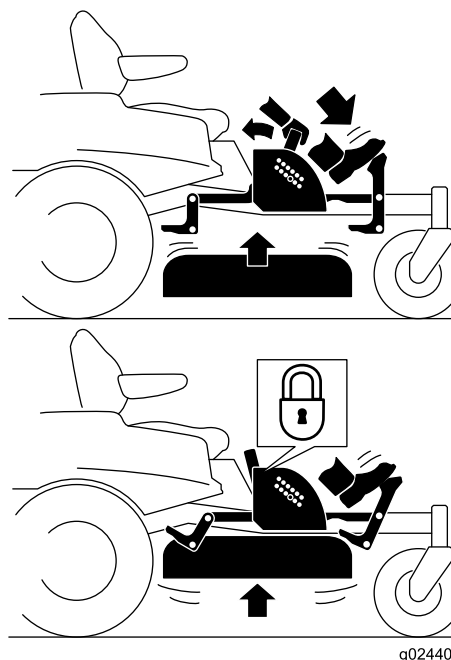

Bild 27
- Treten Sie auf das Mähwerkhubpedal, um das Mähwerk anzuheben; treten Sie solange auf das Pedal, bis das Mähwerk in der Transportstellung arretiert ist (Bild 27).
- Treten Sie auf das Mähwerkhubpedal und ziehen Sie den Transportsperrehebel nach hinten, um die Transportsperre zu entriegeln (Bild 27).
- Treten Sie auf das Mähwerkhubpedal und ziehen Sie den Hebel nach hinten, um die Transportsperre zu entriegeln (Bild 27).